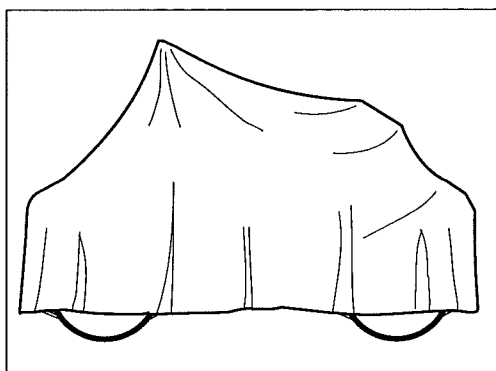

Fig. 40 Capa de protecção contra o tempo
- * Feche a capa de protecção dos instrumentos na coluna da direcção. Cubra o cilindro inteiro com uma capa protectora. A capa deve ser mantida afastada do chão (ver fig. 40). Se possível, estacione o cilindro num recinto fechado, de preferência num edifício com uma temperatura amena.